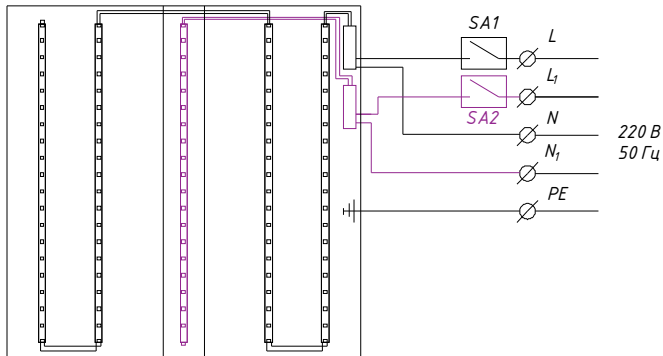

Рисунок 1 - Схема подключения светильников арт. ГСО-2617, ГСО-2618
-Светильник работает в двух режимах: рабочее освещение или антибактериальный облучатель. Комплектуется двумя драйверами. При подключении секции с УФ линейкой выключатель SA2 этой секции должен быть вынесен за дверь и установлен вне помещения. Выключатель SA1 устанавливается внутри (см.рис.1,2)